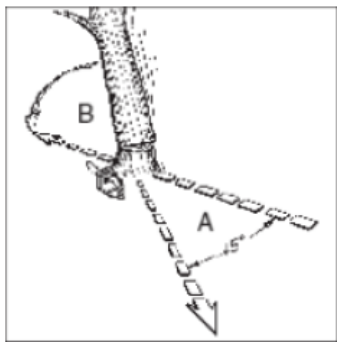

Fig 10a
Avertisment: Înainte de a începe tăierea, trebuie prevăzută și degajată o cale de evacuare (A). Calea de evacuare trebuie să se prelungească înapoi și în diagonală, în sens opus direcției de cădere, ca în Fig. 10a.
**AVERTISMENT:** Când tăietura de doborâre se apropie de balama, arborele ar trebui să înceapă să cadă. Când arborele începe să cadă, scoateți ferăstrăul din tăietură, opriți motorul, lăsați jos ferăstrăul cu lanț și părăsiți zona pe calea de evacuare (Fig. 10a).